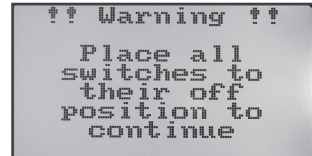

Bild 6
Entfernen Sie am rechten Knüppelaggregat (von hinten gesehen) die Blattfeder (1) und schrauben Sie die Feder um 180° gedreht am linken Aggregat (siehe untere Abbildung in Bild 6) wieder an.